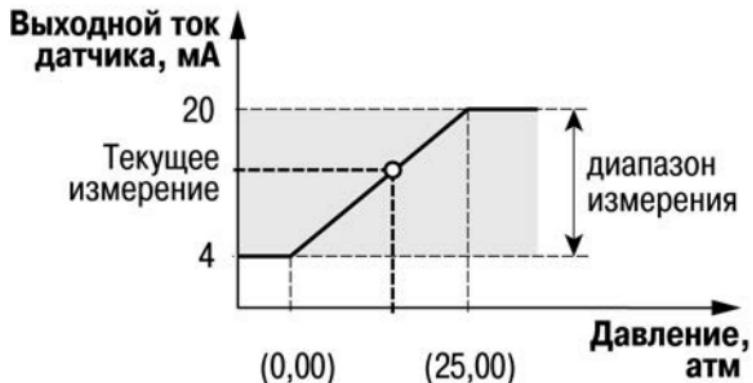

Рисунок 4.2 - Пример задания диапазона измерения
**Пример** – Используется датчик с выходным током 4...20 мА, контролирующий давление в диапазоне 0...25 атм, в параметре «нижняя граница измерения» задается значение «0,00», а в параметре «верхняя граница измерения» - значение «25,00» (см. рисунок 4.2). После этого измерения значение на аналоговом входе будут производиться в атмосферах.